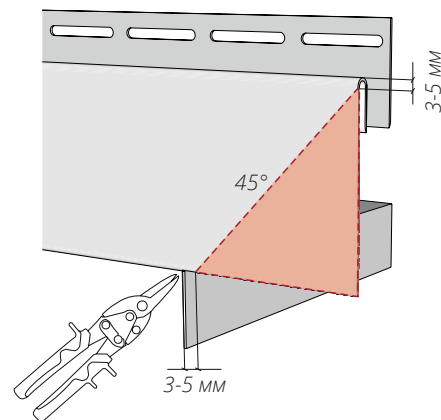
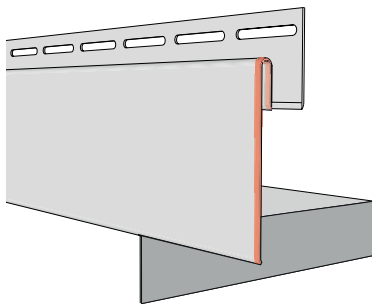
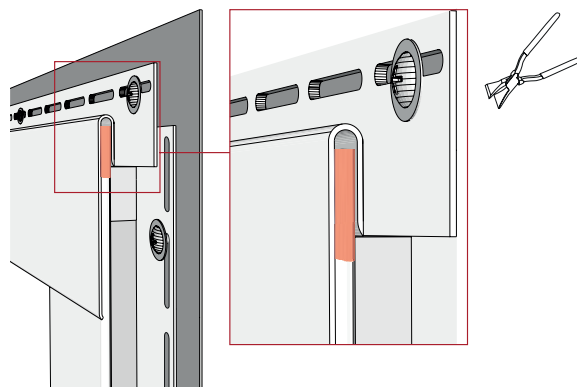

Рисунок 62
Рисунок 69
Рисунок 72
15.11 Если соединение приоконных планок нужно выполнить под углом 45° , верхнюю приоконную планку с обеих сторон нужно подрезать согласно рис. 62.
15.15 После монтажа приоконные и финишные планки должны оставаться подвижными, независимо друг от друга. На рис. 69, 70, 71 показаны части, которые необходимо точно подогнать. На рис. 72 показана верхняя часть боковой приоконной планки, которую можно поджать, используя клещи прямые, чтобы в месте примыкания был более легкий ход. При резе верхней приоконной планки под углом 45° (рис. 62) использовать поджим не нужно.